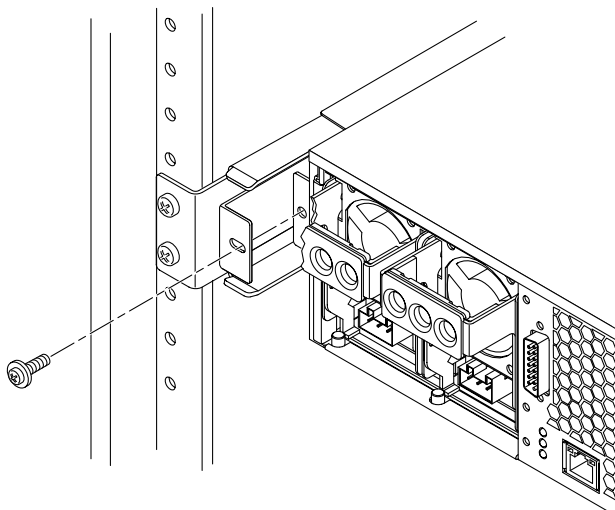

BILD 3-21 Skruva fast serverns baksida i de bakre monteringsflänsarna
16. Skjut in servern tills den ligger mot de bakre monteringsflänsarna och använd sedan en M5 × 10 SEM-skruv för varje monteringsfläns för att skruva fast serverns baksida i monteringsflänsarna (BILD 3-21).